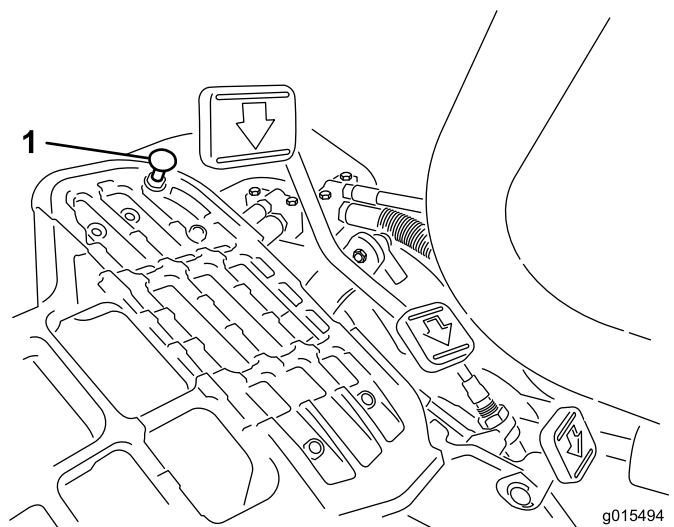

Bild 49
Stellen Sie den Funktionsschalthebel in die Transportstellung und drücken Sie das Gaspedal nach unten, um die maximale Transportgeschwindigkeit zu erreichen. Wenn das Pedal den Anschlag erreicht (Bild 49), bevor das Kabel gespannt ist, müssen Sie die Einstellung ändern:
1. Stellen Sie den Funktionsschalthebel in die Transportstellung lösen Sie die Sicherungsmutter, mit der der Pedalstopp an der Grundplatte befestigt ist (Bild 49).